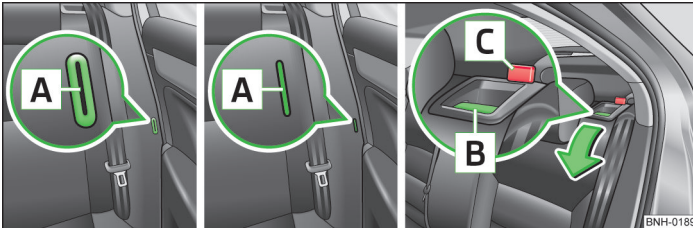

Abb. 41 Öffnung zum Einstecken der Schlosszunge: Rapid / Rapid Space-back / Sitzlehne vorklappen
- Die Schlosszunge des Sicherheitsgurts in die Öffnung **A** » Abb. 41 an der entsprechenden Fahrzeugseite stecken - Sicherheitsposition.